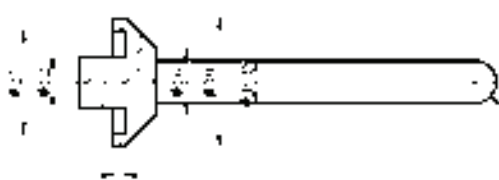

图 6-47 标注半径尺寸
4) 标注半径尺寸。单击“标注”工具栏中的“半径”按钮, 标注圆弧半径尺寸, 结果如图 6-47 所示。